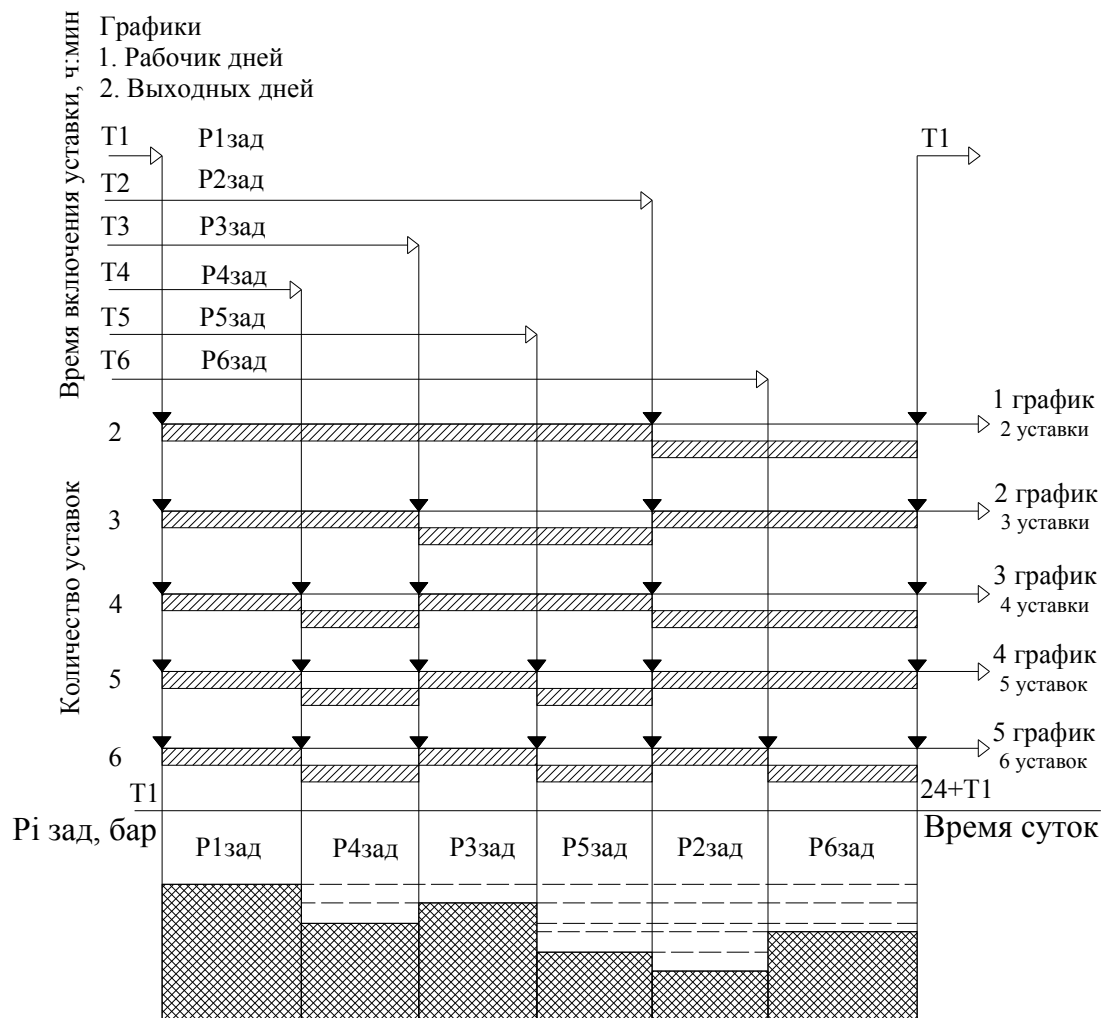

Рис. 5.1. Формирование суточных графиков уставок
**5.1.2. «Графики»** - работа комплекса регулирования по поддержанию заданных уставок согласно запрограммированному временному графику. Графики определены зависимостью последовательности исполнительных уставок (Рзад) от времени их включения. Формирование графиков уставок представлено на рис. 5.1.
Для минимизации затрат оператора на программирование графиков и повышении функциональности их реализации комплекс регулирования обеспечивает задание количества уставок для каждого дня недели. Программирование количества уставок осуществляется для 4-недельного цикла. Принцип формирования графиков в зависимости от количества уставок представлен на рис. 5.1.
При программировании графиков уставок необходимо помнить, что моментом смены уставок является время включения следующей по порядку уставки графика. Исходя из этого, время включения уставок в порядке их возрастания от 1 до 6 следует программировать таким образом, чтобы время включения каждой последующей уставки располагалось между предыдущими уставками (рис. 5.1.). Комплекс регулирования подключает заданные уставки по порядковому номеру от 1 до 6 в пределах их заданного количества.
При программировании количества уставок 3 для другого дня недели система управления обеспечит включение уставки P3 между уставками P1 и P2. Для рис. 5.1 - выполнение графика 2.